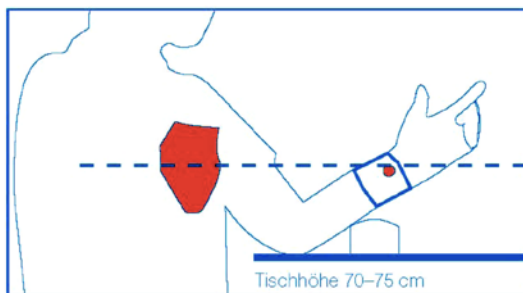
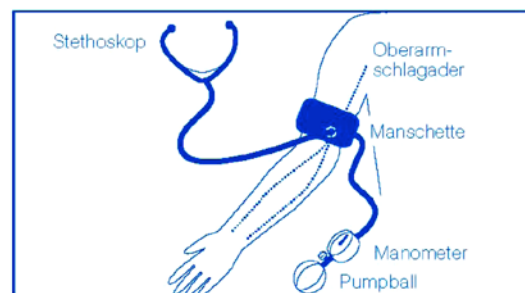

Abb. 1: Messposition von Handgelenkmessgeräten*
Abb. 2: Oberarmmessung
- Das Handgelenkmessgerät ist während der Messung in Herzhöhe zu positionieren (Abb. 1). Bei der Stethoskop-Messung ist der untere Manschettenrand ca. 2,5 cm über der Ellenbeuge und das Mikrophon direkt über der Aorta brachialis zu positionieren (Abb. 2).